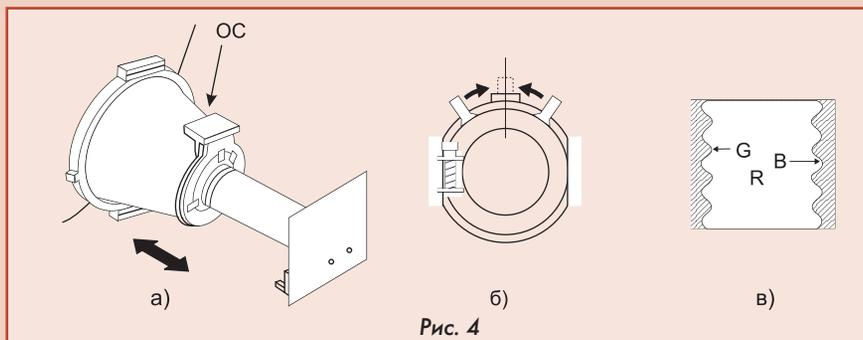

Рис. 4
3. Ослабляют крепление хомута ОС и перемещают ее по горловине назад (рис. 4, а). Магнитами чистоты цвета (рис. 4, б) необходимо добиться в центре экрана (растра) равномерного красного поля и симметричного расположения по краям раstra «синего» и «зеленого» полей (рис. 4, в).